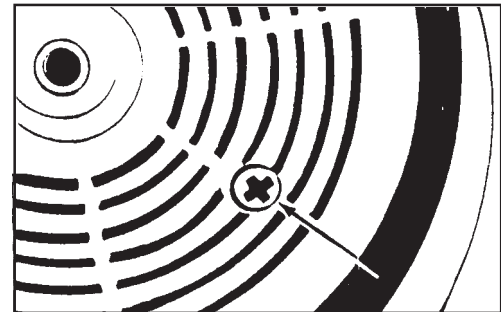

Abbildung 10
3. Richten Sie beide Oeffnungen mit einer der drei Schrauben in der Abdeckung des Getriebegehäuses aus. Entfernen Sie die Schraube von der Abdeckung des Getriebegehäuses. Siehe Abbildung 10.